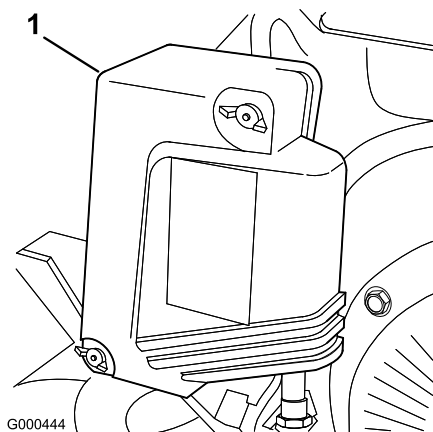

Figura 22
2. Retire las tuercas de orejeta que fijan la tapa del limpiador de aire, y retire la tapa. Limpie a fondo la tapa (Figura 22).